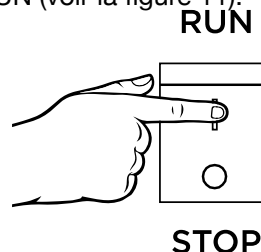

Figure 11 - Interrupteur de commande du moteur - RUN
5. Poussez l'interrupteur de commande du moteur sur la position RUN (voir la figure 11).
4. Poussez l'interrupteur de commande du moteur sur la position RUN (voir la figure 11).